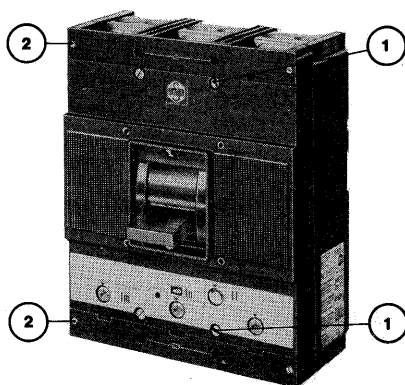

Fig. 6
5.2. Smontaggio del coperchio e della mostrina del coperchio (fig. 6)
- svitare le 4 viti (1) per lo smontaggio del coperchio dell'interruttore
- svitare le 4 viti (2) per lo smontaggio della mostrina del coperchio per accedere alle conessioni